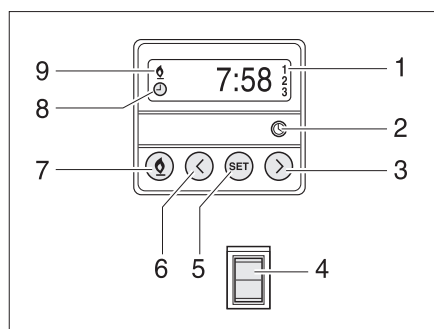

Fig. 197 Centralina di controllo per riscaldamento fisso
Accensione manuale: ■ Premere il tasto (Fig. 197,7). Il funzionamento del riscaldamento viene indicato con il simbolo (Fig. 197,9). La ventola viene inserita solo quando la temperatura dell'acqua di raffreddamento è pari a 30 °C.
Spegnimento manuale: ■ Premere il tasto (Fig. 197,7). Il simbolo (Fig. 197,9) si spegne.
Inserimento del riscaldamento del motore: ■ Premere l'interruttore (Fig. 197,4) in basso. Il motore viene preriscaldato. La ventola viene inserita immediatamente.
Disinserimento del riscaldamento del motore: ■ Premere l'interruttore (Fig. 197,4) in alto. Il motore rimane freddo.
Impostazione dell'ora: ■ Premere il tasto (Fig. 197,2). L'impostazione dell'ora viene indicata con il simbolo (Fig. 197,8).
■ Impostare l'ora con i tasti (Fig. 197,3 e 6).
Programmazione dell'inizio del riscaldamento: ■ Premere il tasto (Fig. 197,5).
■ Impostare l'orario di accensione con i tasti (Fig. 197,3 e 6) entro 10 secondi.
Selezione orario di accensione programmato: ■ Premere il tasto (Fig. 197,5) fino a che nel display (Fig. 197,1) non appare il numero di programmazione desiderato.